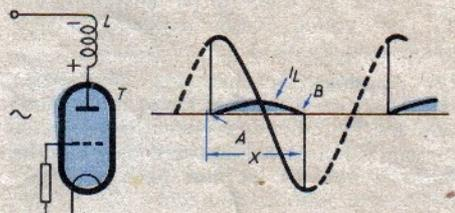

Abb. 5. Thyatron mit induktiver Belastung an einer Wechselspannungsquelle
tronröhre  $T_1$  zündet ebenfalls mit ungefähr  $90^\circ$  Verzögerung. Ändert sich jetzt die Steuergitterspannung von  $V_1$  auf  $-2V$  oder  $-3V$ , so verringert sich der durch  $V_1$  fließende Strom, und  $C_3$  erhält durch  $V_2$  eine zusätzliche positive Gleichspannungskomponente, die die überlagerte Wechselspannung anhebt. Hierdurch tritt offenbar eine Vorverlegung des Zündzeitpunktes von  $T_1$  ein. Ebenso wird, wenn die Steuergitterspannung weniger negative Werte annimmt, der Strom durch  $V_1$  zunehmen und dem Kondensator eine zusätzliche negative Ladung erteilen, die zusammen mit der Wechselspannung den Zündwinkel von  $T_1$  vergrößert. Wie man sieht, handelt es sich um eine Vertikalsteuerung, die bei Verwendung einer Verstärkerröhre  $V_1$  hoher Steilheit so empfindlich arbeitet, daß eine Spannungsdifferenz von 1...2 Volt am Steuergitter ausreicht, um  $T_1$  vom vollen Stromdurchgang in den gesperrten Zustand zu überführen. Im Anodenstromkreis des Thyatronen liegt die Gleichstromwicklung des Transduktors  $Dr_1$ , die aus vielen Windungen dünnen Drahtes besteht und daher hochinduktiv ist. Es ist hier noch eine ungesteuerte Gleichrichterröhre  $G_4$  vorgesehen, die vielfach als „Nullpunkt-Anode“ bezeichnet wird. Wir betrachten zunächst Abb. 5, die ein Thyatron T mit einer induktiven Belastung L an einer
a) Für den Vorkreis ergibt sich aus Abb. 5 der Wert  $\epsilon = \frac{C_a + C_v}{\Delta C} = 0,115$ , also
ist  $C_a + C_v = 0,115 \cdot 488 = 56,2$  pF und  $C_v = 56,2 - C_a = 44,2$  pF. Weiter folgt aus Abb. 5  $\eta = L_v \cdot \Delta C \cdot f_{ve}^2 = 0,22 \cdot 10^6$ ,  $L_v = \frac{0,22 \cdot 10^6}{488 \cdot 2,525} = 178,3$   $\mu H$ .
Für den Vorkreis ergibt sich aus Abb. 5  $\epsilon = 0,123$ ,  $C_a + C_v = 0,123 \cdot 95 = 11,7$  pF,  $C_v$  rd. 7 pF und  $\eta = 0,2 \cdot 10^6$ ,
Ergibt sich aus dem Diagramm 5 für  $C_a + C_v$  ein Wert, der kleiner als die Anfangskapazität des Drehkondensators ist, so ist das ein Hinweis darauf, daß der Frequenzbereich zu groß oder die Kapazitätsänderung des Drehkondensators zu klein gewählt wurde. Ist z. B.  $f_{ve} = 100$  MHz,  $f_{va} = 20$  MHz,  $\frac{f_{ve}}{f_{va}} = 5$ , und  $C_a = 5$  pF,  $C_e = 100$  pF ( $\Delta C = 95$  pF), so findet man aus Abb. 5 für  $C_a + C_v = 0,042 \cdot 95 = 4$ , das ergibt ein  $C_v = -1$ . In einem solchen Falle empfiehlt es sich, den Frequenzbereich aufzuteilen, z. B. in  $f_{va1} = 20$ ,  $f_{ve1} = 45$ ,  $f_{va2} = 45$ ,  $f_{ve2} = 100$  MHz. Dann ist in jedem Fall  $\frac{f_{ve}}{f_{va}} = 2,25$ ,  $C_a + C_v = 0,25 \cdot 95 = 23,75$  pF, d. h.  $C_v$  rd. 19 pF.